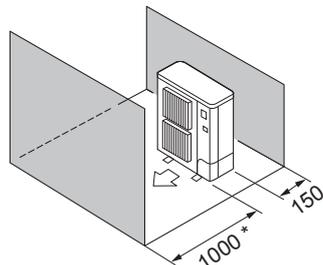

Fig. 2-6
- ⑤ Obstáculos apenas na parte de trás e de trás (Fig. 2-6)